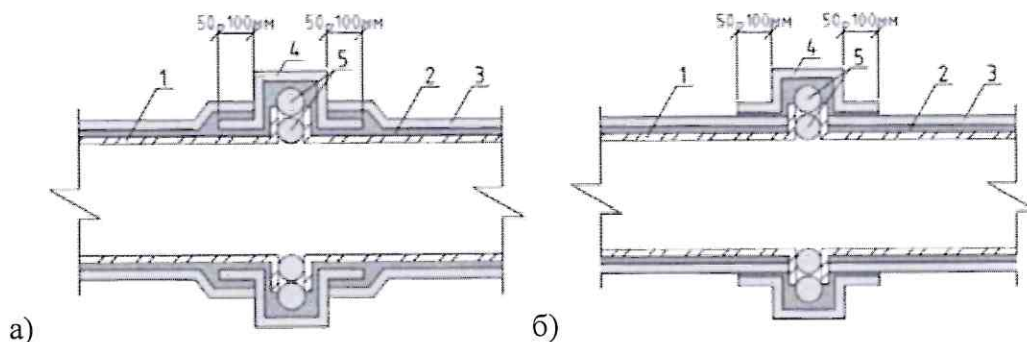

Рис. 3. Огнезащита фланцевого соединения воздуховода системой PRO-МБОР-VENT.
4.8. Обязательно выполняется оклейка фланцевого соединения полосой материала PRO-МБОР, которая заводится под огнезащиту основной поверхности воздуховода с нанесением клея Kleber между ними (рис. 3а) или полоса материала PRO-МБОР приклеивается клеем Kleber поверх огнезащиты (рис. 3б), после чего монтажный стык оклеивается алюминиевым скотчем BOS. Ширина полосы для оклейки фланцевого соединения определяется по формуле: